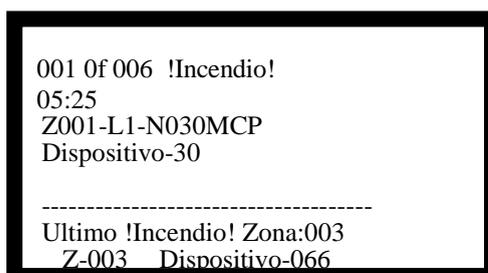

Fig. 5-4
2. Pantalla de alarma de incendio para visualizar modo loop. Ver en Fig. 5-4.